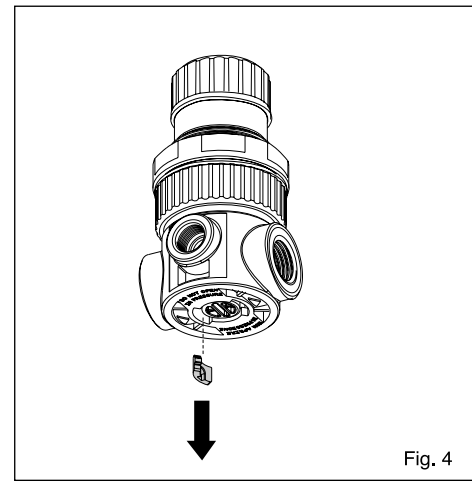

Fig. 4
1) Retire el diente de seguridad (Fig.4).
1) 去除安全齿 (图4)
1) Снимите стопорный зуб (рис.4);